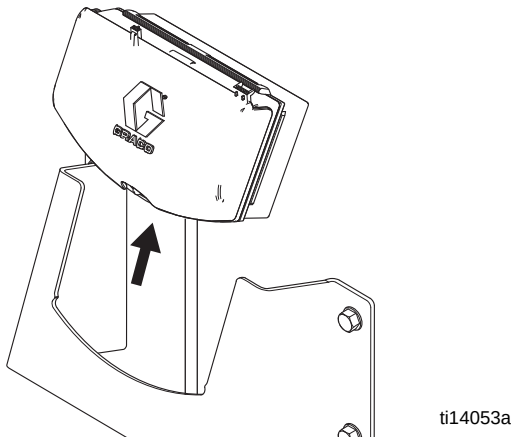

Figura 3. Rimuovere il DataTrak
- 2. Togliere il modulo DataTrak dalla staffa. Vedere la Figura 3. Portare il modulo in un luogo non pericoloso.